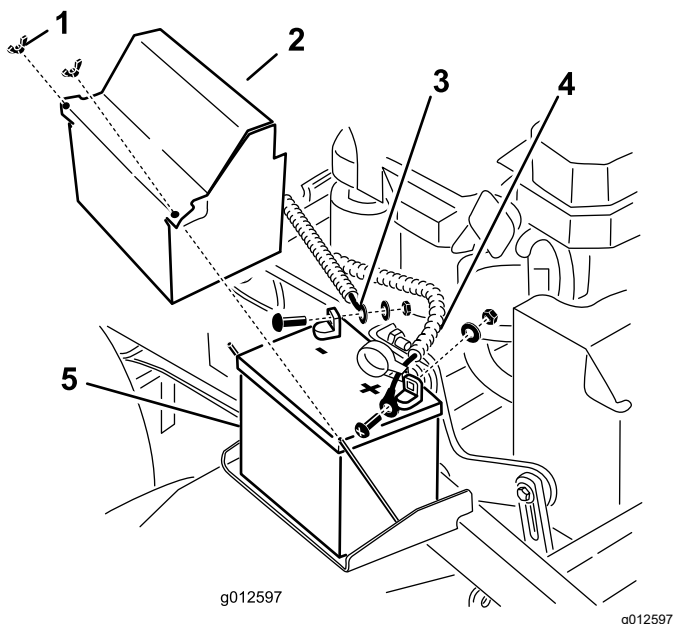

Figura 27
11. Montate la batteria per la macchina (Figura 27).